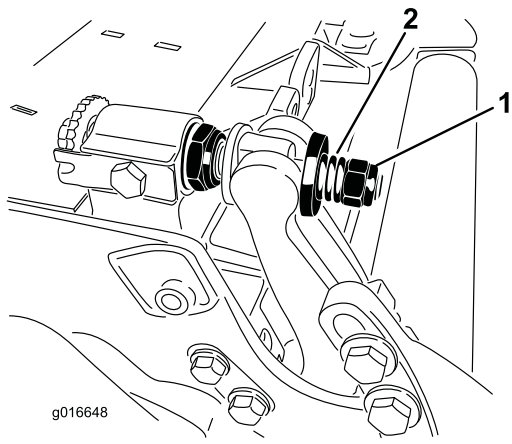

图33
4. 旋紧弹簧加压螺母直到弹簧完全压紧然后往回松开 1/2 圈 图33。